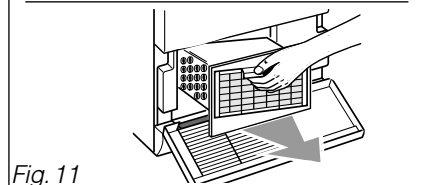

Fig. 11
- Retirez-le délicatement (Fig. 11).